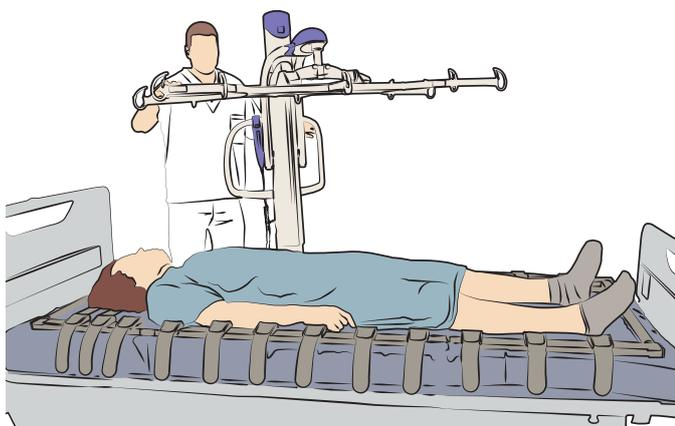

Abb. 23
3. Heben Sie die Aufhängung an. Bewegen Sie den Bodenlifter vom Pflegebedürftigen weg. Siehe Abb. 23.